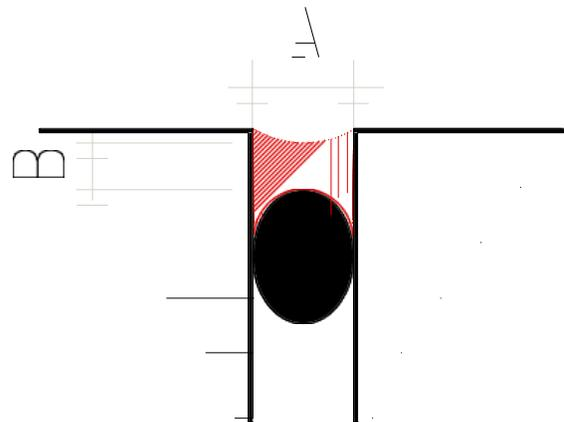

FIGURA 2. Ancho de la junta (A) y profundidad de la junta (B) de una junta de sellado (sellador marcado en rojo)
Ancho Junta (A) (Ver Figura 2)	$\geq 6 \text{ mm}$ $\leq 45 \text{ mm}$